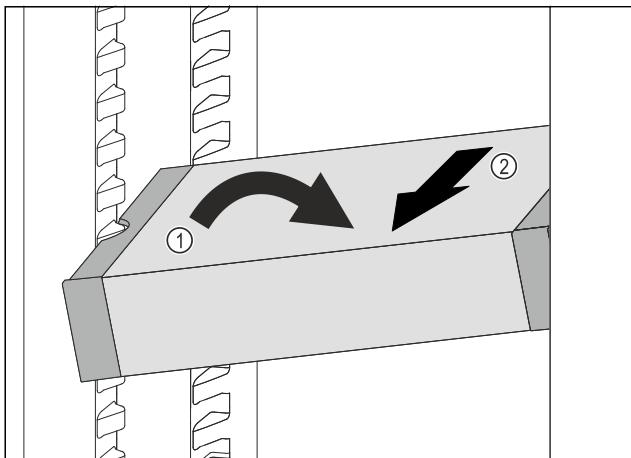

Fig. 135
- ▶ Наклонете VarioSafe в хладилната част. Fig. 135 (1)
- ▶ Извадете VarioSafe напред. Fig. 135 (2)